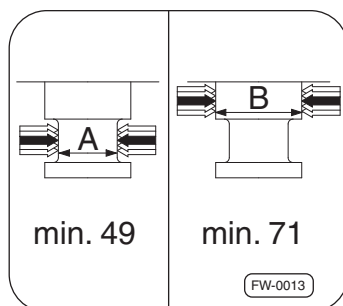

Рис. 19 · Проверка износа цапфы седла
- Измерьте оба диаметра в продольном и поперечном направлении при помощи двухзонального калибра предельного размера SAF-HOLLAND → рис. 19.